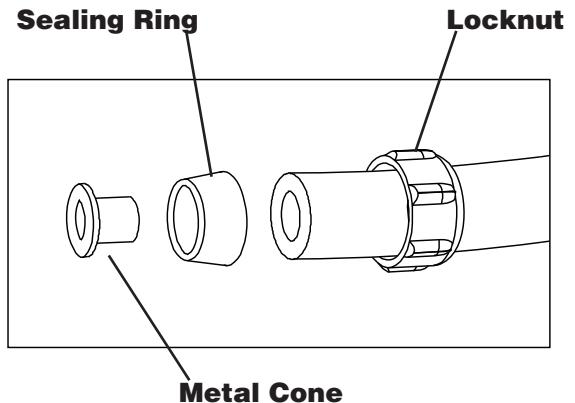

Figure 5
- Remove large nut and components from Liquid Tight fitting (5).
- Insert the locknut onto the watertight conduit.- **See Fig 5**
- Insert the sealing ring onto the conduit with the tapered end toward the end of the conduit. Insert the metal cone into the end of the conduit. **See Fig 5**
9. Retirer le grand écrou et les composants du raccord étanche aux liquides (5)
10. Insérez le contre-écrou dans le conduit imperméable. Voir la fig 5
11. Insérez l'anneau d'étanchéité dans l'extrémité fuselée du conduit de l'anneau d'étanchéité vers l'extrémité du conduit. Insérez le cône en métal dans l'extrémité du conduit. Voir la fig 5
9. Retire la tuerca grande y los componentes del conector a prueba de filtración (5).
10. Coloque la tuerca de seguridad sobre la superficie impermeable del conducto. Vea Fig. 5
11. Coloque el anillo de sellado en el extremo cubierto por el conducto del anillo de sellado hacia el extremo del conducto. Coloque el cono de metal en el extremo del conducto. Vea Fig. 5